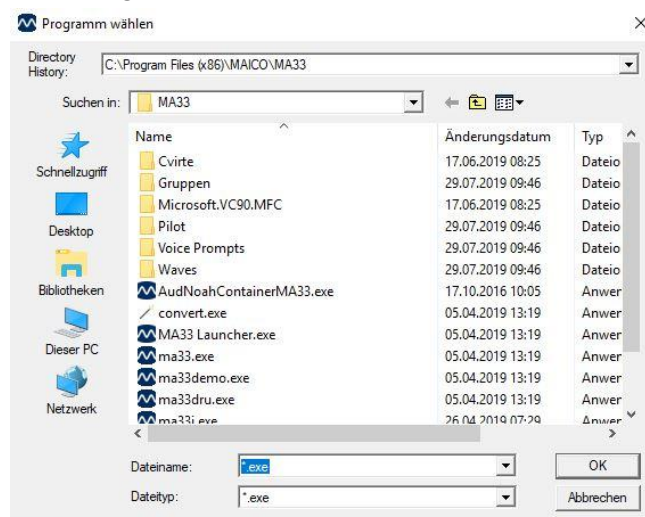

Abbildung 24
3. Es erscheint das folgende Fenster (Abbildung 22). Öffnen Sie den Ordner **MA 33** und wählen Sie die Datei **ma33i.exe** für das Programm, das zur Datenbank hinzugefügt wird. Klicken Sie auf **OK** (Abbildung 24).